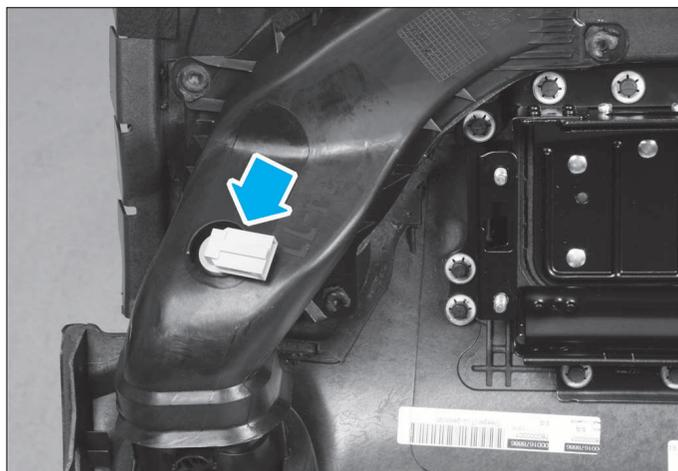

FIG. 34
- Débrancher le connecteur des deux sondes de température situées près de la buse de ventilation (gauche et droite) (Fig.34).